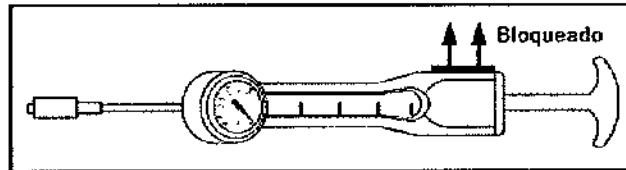

Figura 2
5. A fin de mantener un perfil de balón desinflado, es posible aplicar una presión negativa al catéter. Para ello, tire del émbolo hacia atrás hasta llegar al volumen deseado y fíjelo en su posición soltando el pestillo manual (figura 2).